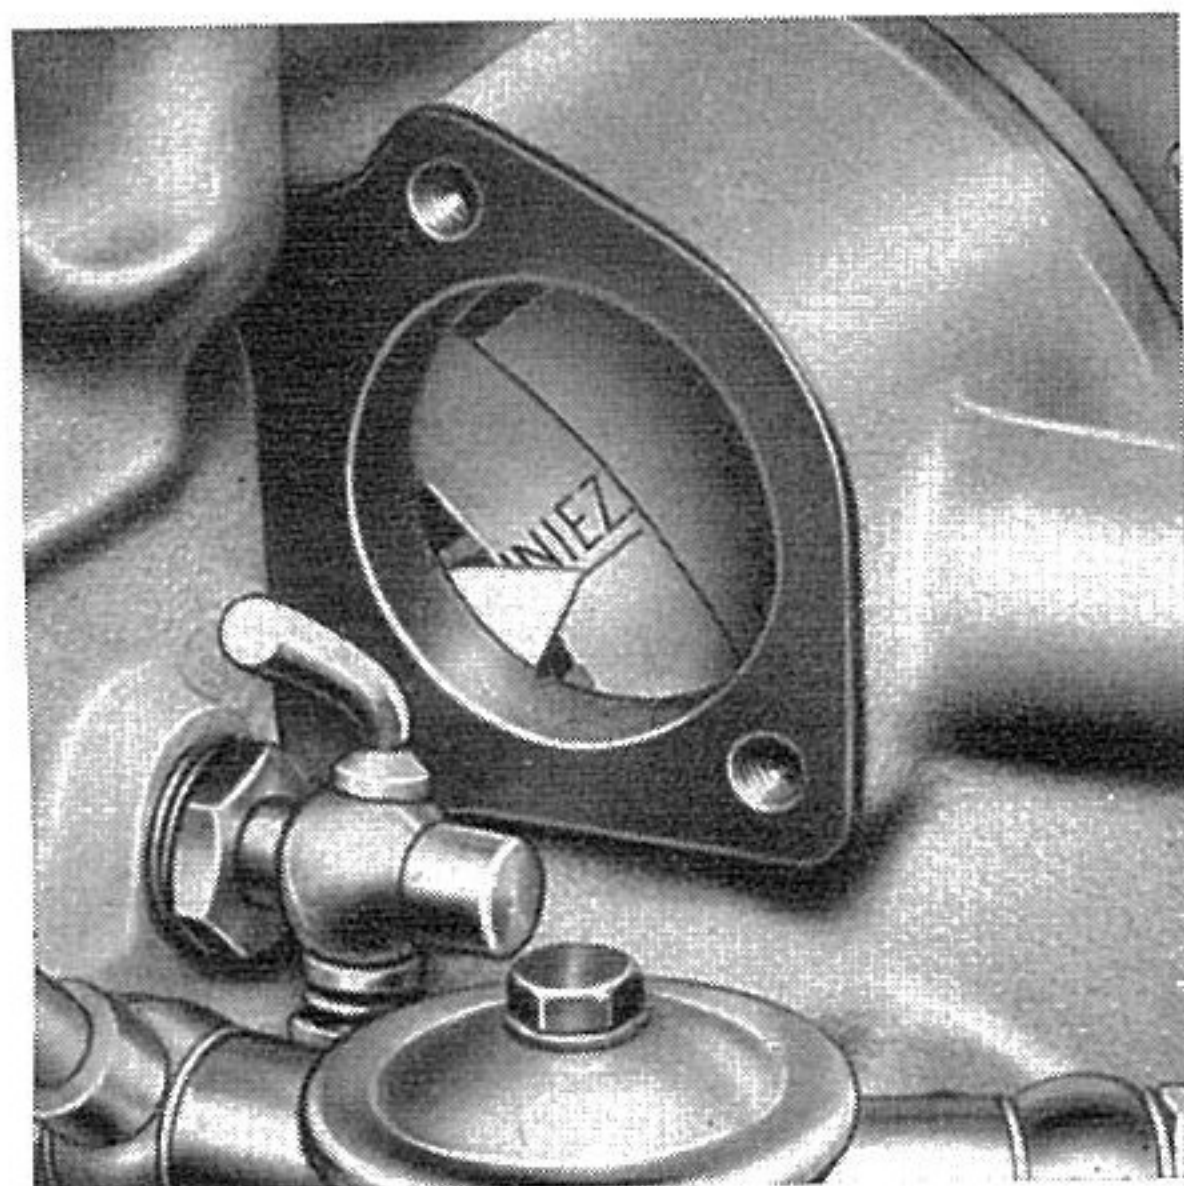

Fig. 39. - Repères sur le volant, pour le calage de la pompe d'injection.
(fig. 39); dans cette position le piston de cylindre n. 1 doit se trouver, **en phase de compression**, 25° avant le point mort haut.
- Contrôler si au début de refoulement de la pompe d'injection le repère « Iniezione », frappé sur le volant, coïncide avec l'index fixe (fig. 39).